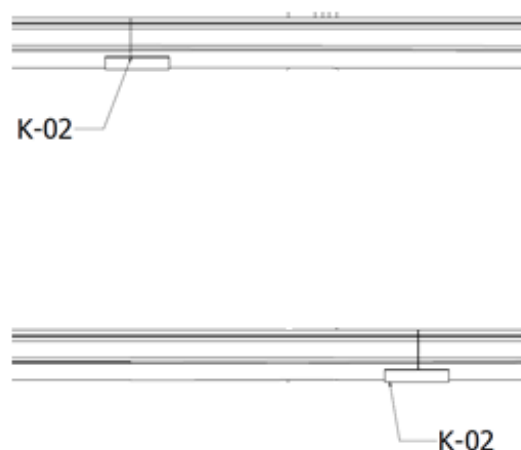

RYS. 9. Montaż łącznika K-02 z profilem K-25
- 10.** Przygotuj aluminiowe profile montażowe. Połącz je w ilości odpowiadającej długości całej konstrukcji. Zachowaj kilkucentymetrowy zapas pozwalający na ewentualną regulację. Aby zachować ciągłość profili, w miejscach łączeń kolejnych, zastosuj łącznik K-02 nakładając go na końce dwóch przyległych do siebie profili. Łącznik skręć przy użyciu dwóch śrub „T-owych” K-19 (rys. 9). Profile można obcinać na wymaganą długość.